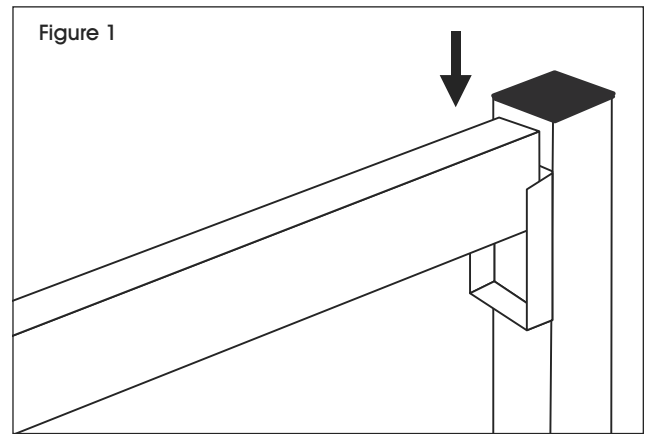

Figure 1
2. Insérez toutes les glissières dans les montants. (Voir Figure 1)